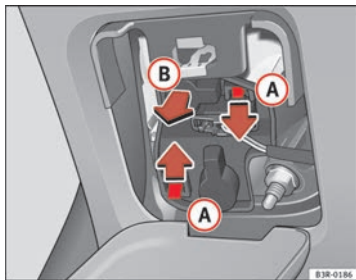

Abb. 220 Lampenträger ausbauen
- Drücken Sie in Pfeilrichtung auf die Laschen **A** ⇒ Abb. 220 und nehmen Sie den Lampenträger gemäß dem Pfeil **B** heraus.